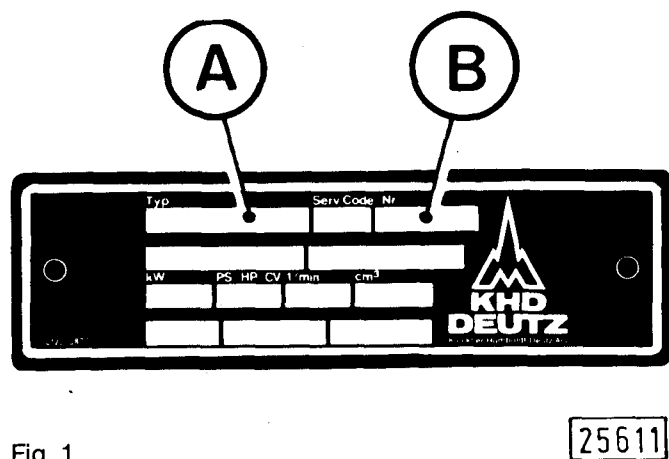
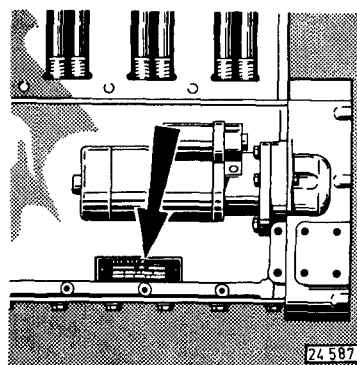
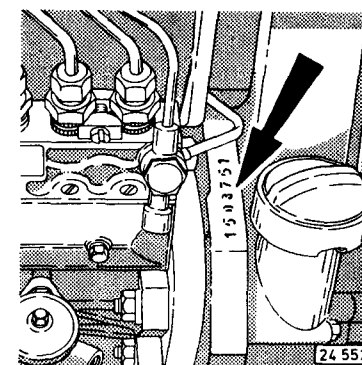

Fig. 1
Fig. 2
Fig. 3
Le type (A) et le N° du moteur (B) sont mentionnés sur la plaque du constructeur (fig. 1). Cette dernière est apposée sur le carter-moteur (fig. 2). Le N° du moteur est en outre estampé sur le carter-moteur (fig. 3).